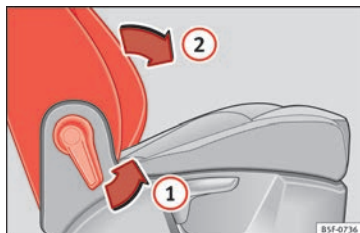

Fig. 149 Asiento del acompañante: palanca para abatir el respaldo.
- Tire de la palanca **1** » **fig. 149** y empuje el respaldo hacia adelante **2** de forma que el respaldo quede en posición horizontal.